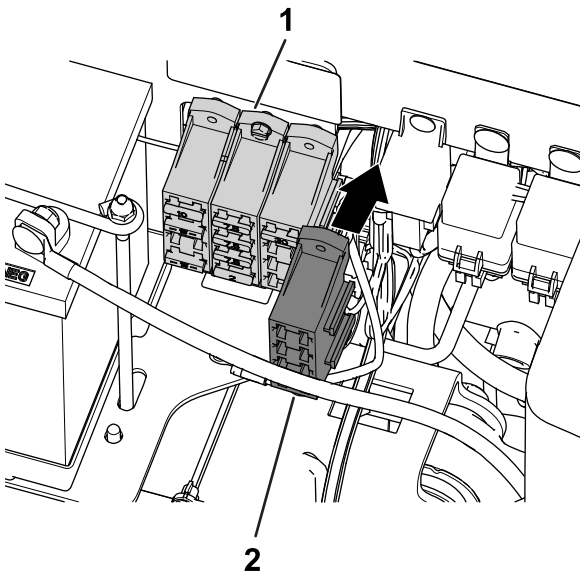

Figur 6
1. Før ledningsnettet under sædet (Figur 6).